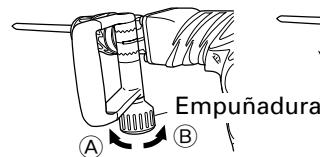

Fig. 5
- (1) Afloje el asa girando la empuñadura en el sentido de **(A)**, como se muestra en la Fig. 5.